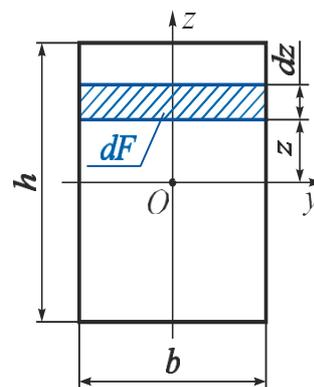

Рисунок 11.2 -
**Пример:** Определить моменты инерции  $I_y$ ,  $I_z$ ,  $I_{yz}$ ,  $I_p$  прямоугольного сечения относительно осей  $y$  и  $z$ , которые являются осями симметрии сечения (рис.11.2).  $h$ ,  $b$ ,  $O$  – центр тяжести сечения.